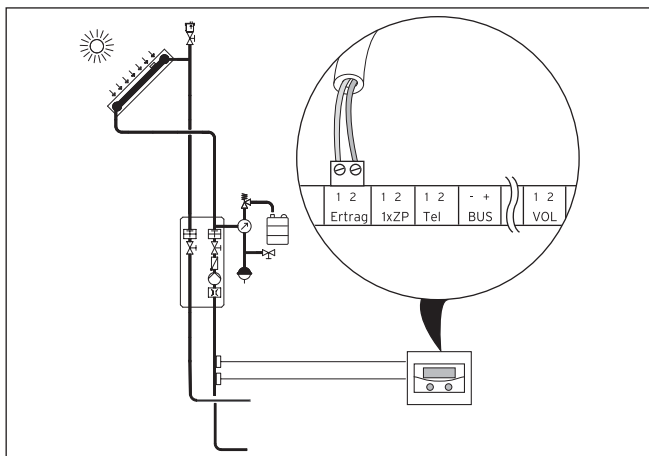

Fig. 4.31 Raccorder la sonde de retour
- Raccordez la sonde de retour et le dispositif de mesure du débit au circuit solaire (sonde standard VR 10 comme accessoire) selon la figure 4.31.